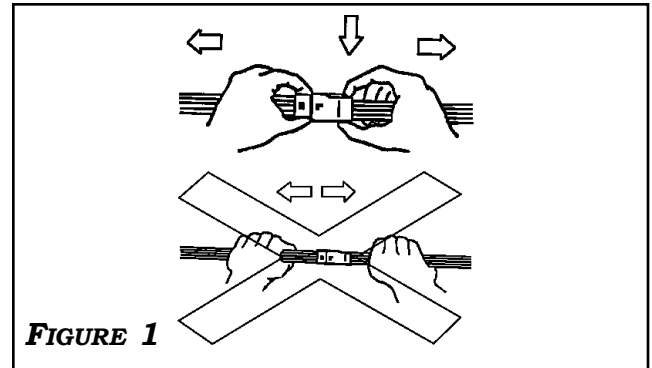

FIGURE 1
A. WHEN DISCONNECTING CONNECTORS, HOLD CONNECTOR AND PRESS THE LOCK DOWNWARD WHILE PULLING CONNECTORS APART. **FIGURE 1**